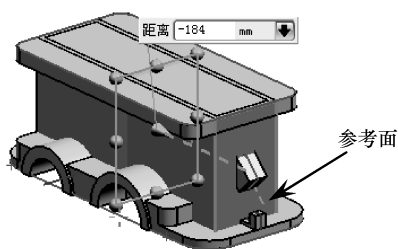

图 4-106 创建基准平面
- 14 使用【基准平面】工具，选择如图4-106所示的实体面作为平面参考，并做出平移